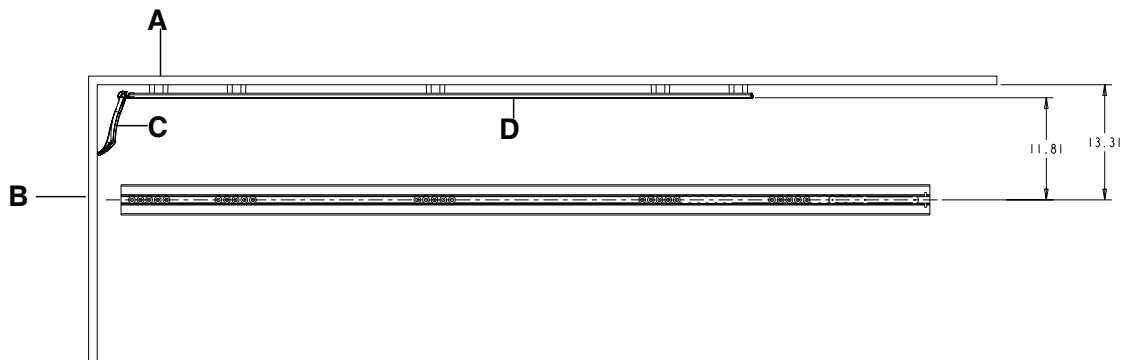
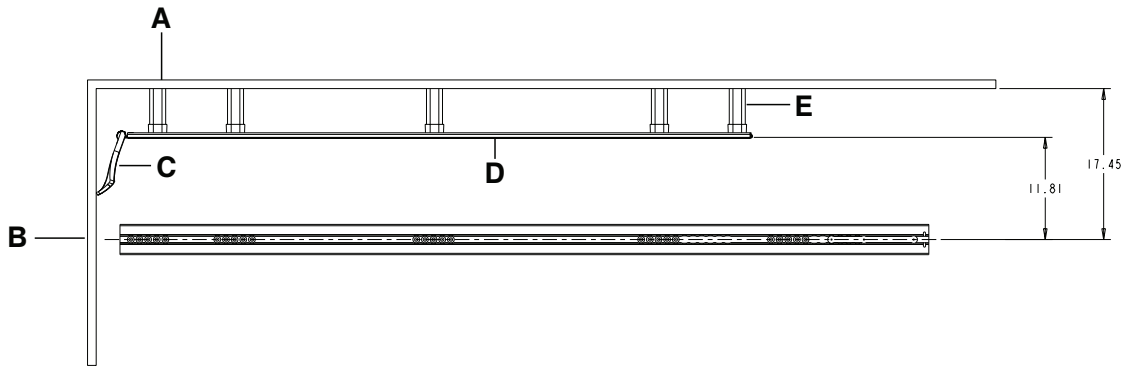

Abbildung 1 – Radführungsinstallation ohne Abstandshalter
Abbildung 2 – Radführungsinstallation mit Abstandshaltern
1. Mit einem Maßband den Abstand von der Mittellinie der Bodenplatte zur Wand (Schrank) auf der Fahrerseite des Patientenraums des Fahrzeugs messen (Abbildung 1 oder Abbildung 2).
12. Mit einem 7/16"-Steckschlüssel mit einer Ratsche mit 3/8"-Antrieb und einem 7/16"-Kombischlüssel die (in Schritt 11 gewählten) Schrauben zum Befestigen der Radführungsschiene an der Radführungshalterung durch den Abstandshalter (6390-001-173) (D) (falls erforderlich) an der Wand des Patientenraums des Fahrzeugs anbringen; siehe Abbildung 1 oder Abbildung 2.
13. Mit einem T25-Torx-Schraubendreher die beiden Flachkopf-Maschinenschrauben (0023-296-000) (B) zur Befestigung der Radführungsabdeckung (6390-001-178) (H) am Kopfende der Radführungsschiene anbringen.
14. Den Stoßdämpfer der Radführungsschiene (6390-001-175) (F) vom Fußende des Patientenraums des Fahrzeugs über die Radführungsschiene zum Kopfende schieben.
15. Mit einem 5/32"-Sechskantschlüssel die beiden Flachkopf-Maschinenschrauben (0001-195-000) (A) durch das Scharnier der Radführungsbaugruppe (6390-001-017) (C) und die Radführungsschiene zur Radführungsmutter (6390-001-191) (J) einschrauben.
16. Die beiden Kontermuttern (0016-060-000) (M) und die vier Radabdeckungen (6390-001-206) (L) an der rechten Patientenseite der Trage anbringen, die mit der Radführungsbaugruppe verwendet werden soll. Siehe *Anbringen der Tragenradabdeckungen* (Seite 3).